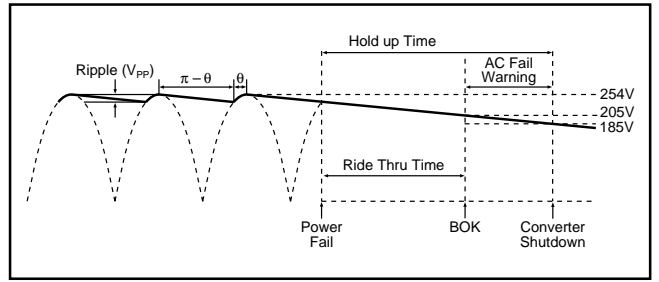

图8 保持时间
保持电容的容量决定于输出母线电压的纹波、电源中断保持时间 (Hold-up Time 即 BOK 变为高电平到转换器模块关断之间的时间) 和过渡时间 (Ride-through Time 即预先发出电源中断信号到 BOK 变为高电平的时间) (参看图8)。在许多实际应用中, 都要求输入电源出现
保持时间 (Δt) 为电源中断告警 (BOK) 到转换器模块关断之间的时间, 如图8所示。BOK 和使能门限值分别为 **205V** 和 **185V**。将这些数值代入公式 (3) 中, 可简化保持时间、功率和母线电容之间的关系:
例如，转换器输出电压为 15V，额定输入电压为 300V 时，纹波抑制比将为 56dB，即输入纹波电压 10V_{pp} 将产生输出纹波电压 15mV_{pp}。公式 3 仍然适用于计算保持电容所需的容量，在这种情况下，V1 和 V2 分别为纹波电压峰值和谷值处的母线电压瞬时值，参看图 8。在经整流的市电电压的两个峰值之间的时间间隔 Δt 内，保持电容必须保持规定的母线电压，Δt 可由下式给出：